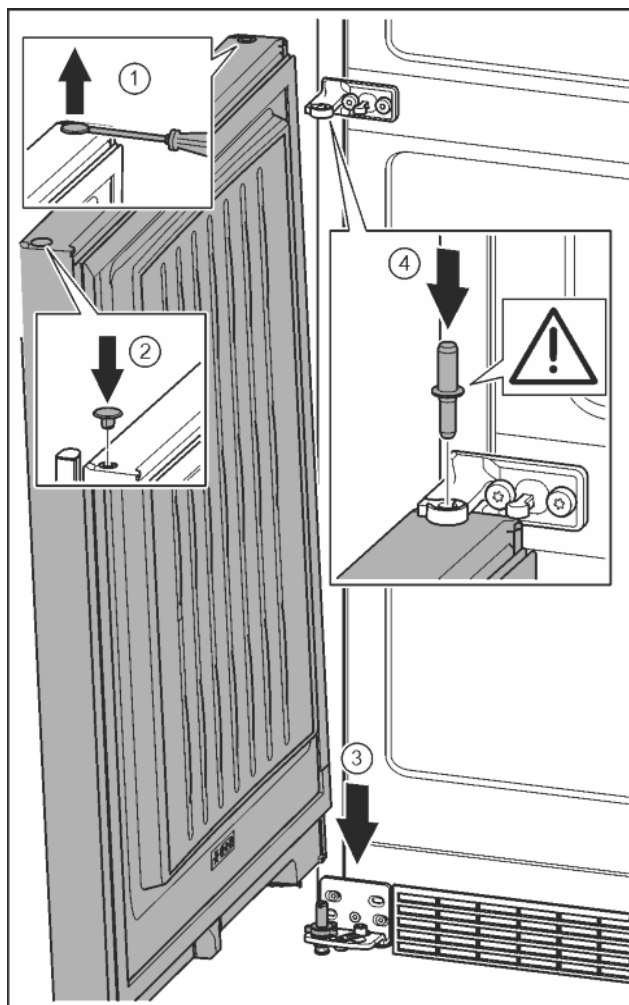

Fig. 21
- Осторожно приподнять шлицевой отверткой заглушку и извлечь ее. Fig. 21 (1)
- Заглушку снова вставить с другой стороны. Fig. 21 (2)
- Установить дверь сверху на нижний опорный палец. Fig. 21 (3)
- Вставить средний опорный палец через средний опорный кронштейн в нижнюю дверь. При этом следить за тем, чтобы выступ фиксатора был направлен назад. Fig. 21 (4)